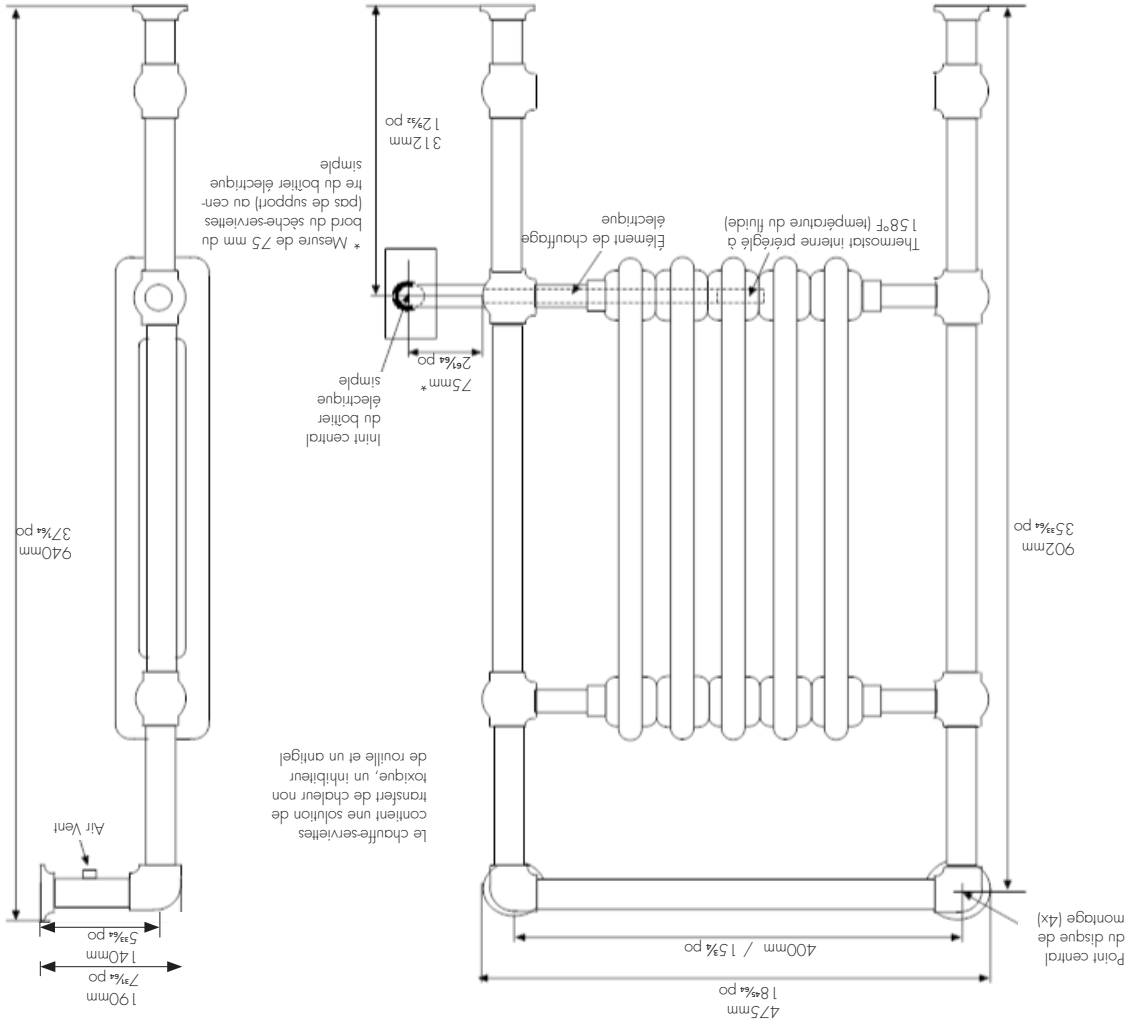

Figure 2
2. Une alimentation électrique passe ensuite du boîtier électrique du contrôleur à un boîtier électrique simple (inur chauffe-serviettes). L'emplacement de cette boîte électrique détermine l'emplacement de votre chauffe-serviettes (voir figure 2).
3. Des montants muraux ou un contreplaque sont nécessaires dans le mur à tous les emplacements des supports. Voir la figure 2 inur l'emplacement des supports.
fournies et aux emplacements illustrés à la figure 2.